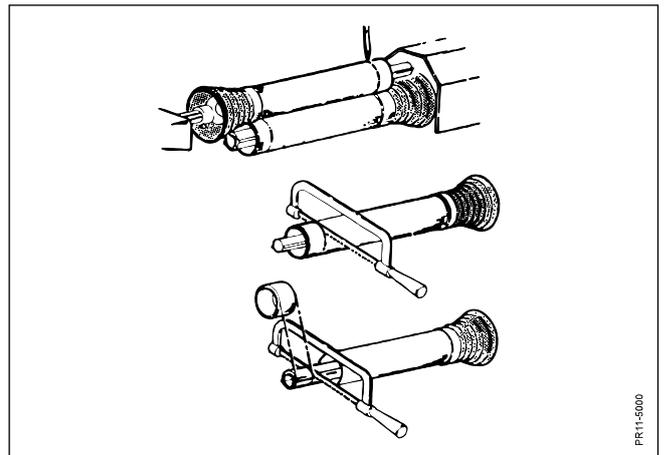

Fig. 2-20
- Fig. 2-20 En cas de raccourcissement, s'assurer que les 4 tubes soient raccourcis de la même valeur.